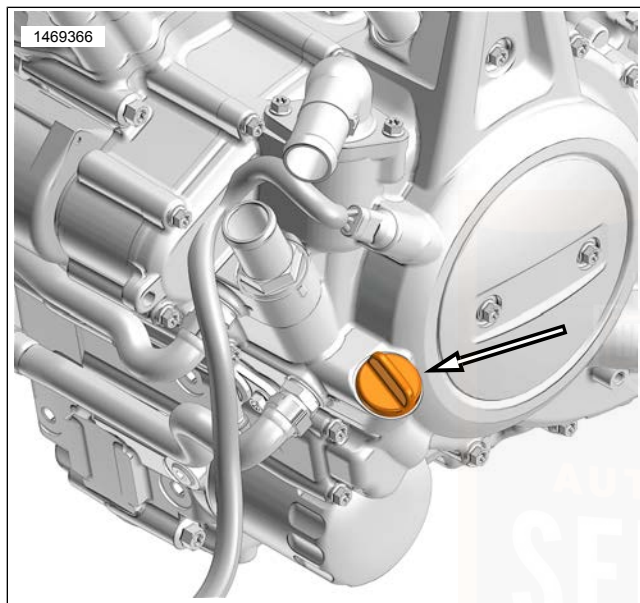

Abbildung 51. Motoröl-Einfüllverschlussstopfen/Ölmesstab
- a. Siehe Abbildung 51. Einfüllverschlussstopfen/Ölmesstab entfernen.